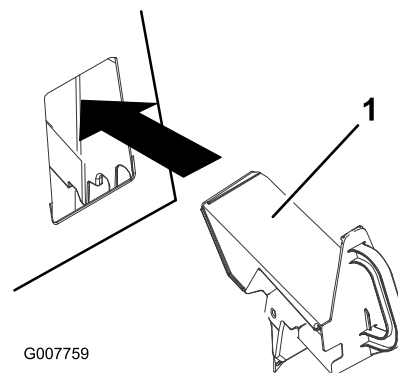

Figura 21
3. Inserte el tapón de reciclado en el hueco, según se muestra en Figura 21.